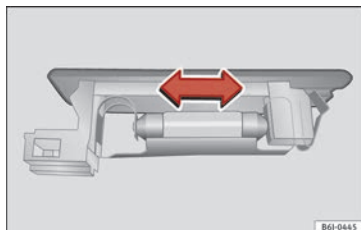

Fig. 103 Éclairage du coffre à bagages.
- Appuyez sur l'ampoule latéralement et retirez-la du logement » **fig. 103**.